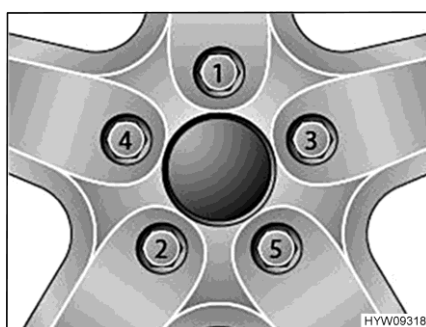

Fig. 122 Apretar las tuercas o los tornillos de las ruedas en forma de cruz
- Apretar las tuercas de rueda o los tornillos de rueda en el orden indicado en Fig. 122. Para ello, usar una llave dinamométrica y cumplir con el par de apriete especificado (véase apartado 14.5).
- Comprobar periódicamente que las tuercas o tornillos de las ruedas estén firmemente apretados. Volver a apretar las tuercas de rueda o los tornillos de rueda de una rueda cambiada después de 50 km. En esto, proceder en el orden indicado en Fig. 122.
- Al utilizar llantas nuevas o recién pintadas, reajustar además las tuercas o tornillos después de 1 000 a 5 000 km aprox. En esto, proceder en el orden indicado en Fig. 122.